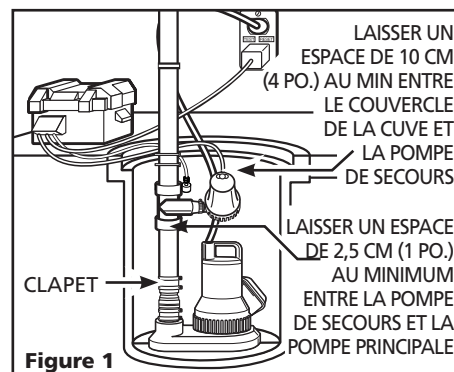

Figure 1
⚠ AVERTISSEMENT Un clapet DOIT être utilisé sur le décharge de la pompe de puisard principale (voir Figure 1).
2. Installer la pompe en utilisant de la tuyauterie rigide CPV 1-1/4 po ou 1-1/2 po. Un clapet (Vendu séparément) doit être installé entre le T du modèle ESP et la pompe principale (voir Figure 1).
3. Mesurer et couper le tuyau de décharge afin que la pompe de sauvegarde soit un minimum de 1 po au dessus de la pompe principale. Ceci permettra la pompe principale de fonctionner normalement (voir Figure 1).
NOTE: Vérifier que les soupapes peuvent être placées directement dans la décharge de la pompe s'il y a lieu. Il est toutefois recommandé pour faciliter le démontage de placer les clapets au-dessus du puisard tel qu'illustré dans la Figure 1, page 13.